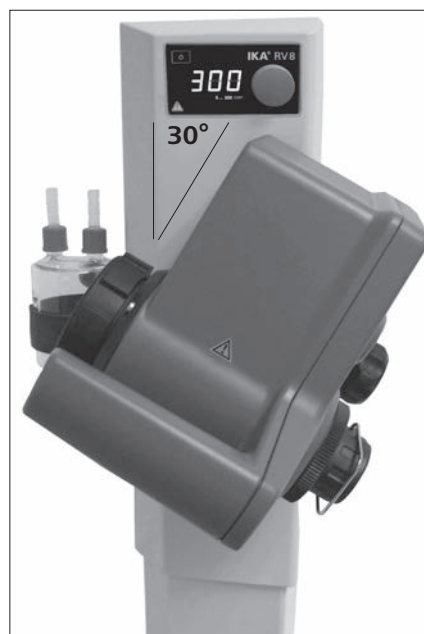

Fig.13
7.) Placez l'entraînement à un angle de 30° env. (Fig. 13)